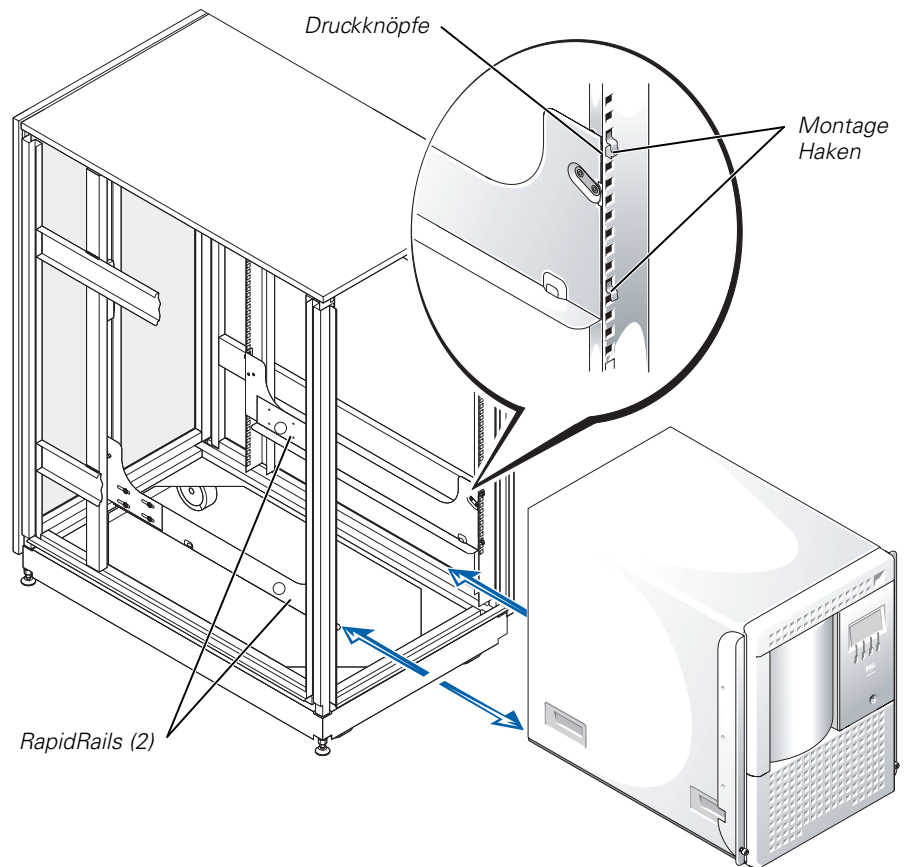

Abbildung 3-5. Installation des Systems im Rack
2. Kippen Sie die Rückseite des Systems nach oben, und positionieren Sie die RapidRails (siehe Abbildung 3-5).